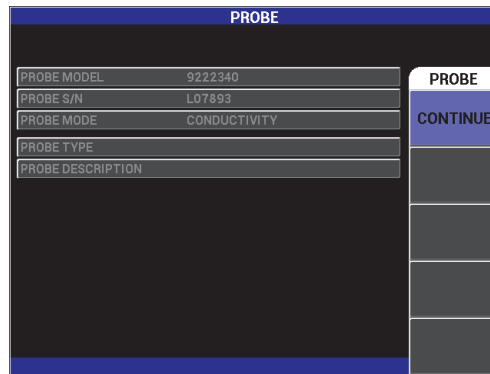

Figura 5-48 Acessar a função de condutividade
1. Conecte o cabo da sonda de conectividade no NORTEC 600 no conector da sonda para acessar à função de condutividade (veja Figura 5-48 na página 164).